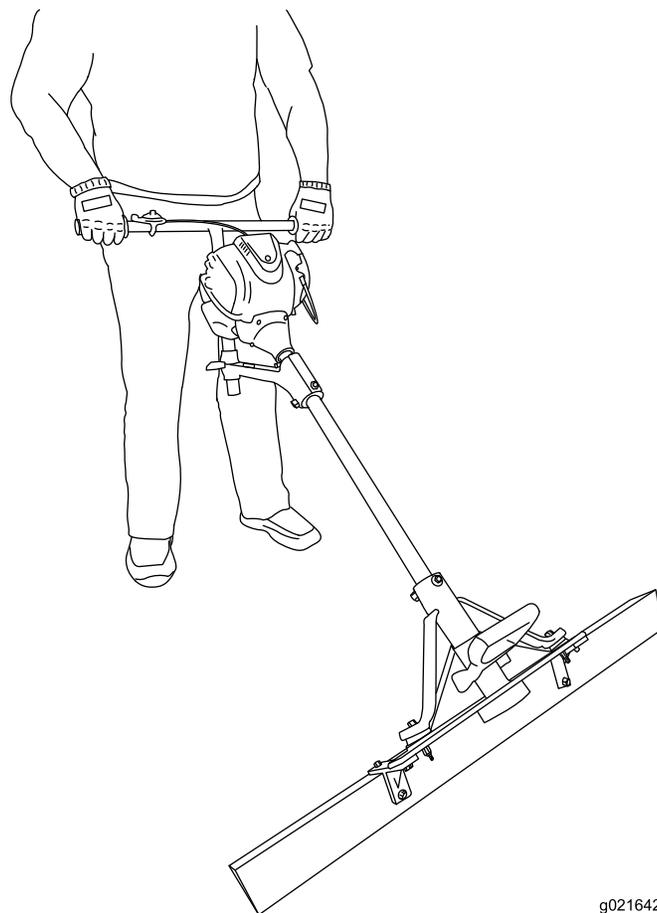

Figure 13
- Utilisez la position d'utilisation (Figure 13) de la machine pour lisser le béton.